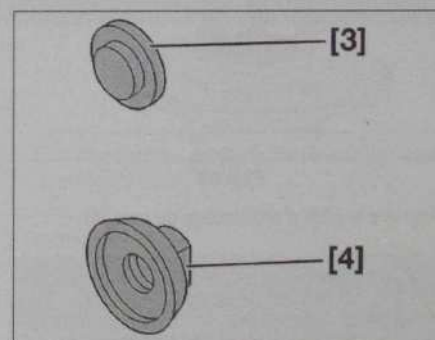

Fig. 50
- [3]. Grain d'appui (réf : 0621-E) (Fig.50).